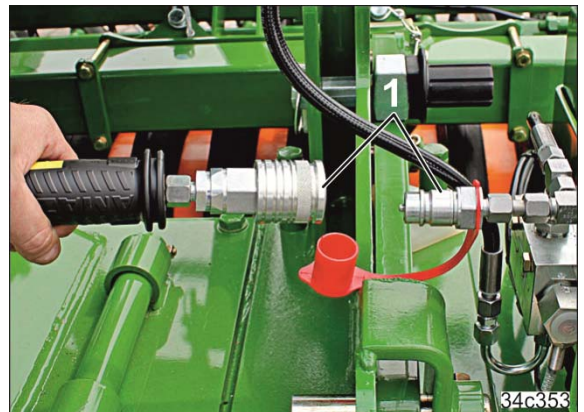

图 134
27. 连接液压管路（图 134/1）（划行器固定在土壤耕作机上时）。